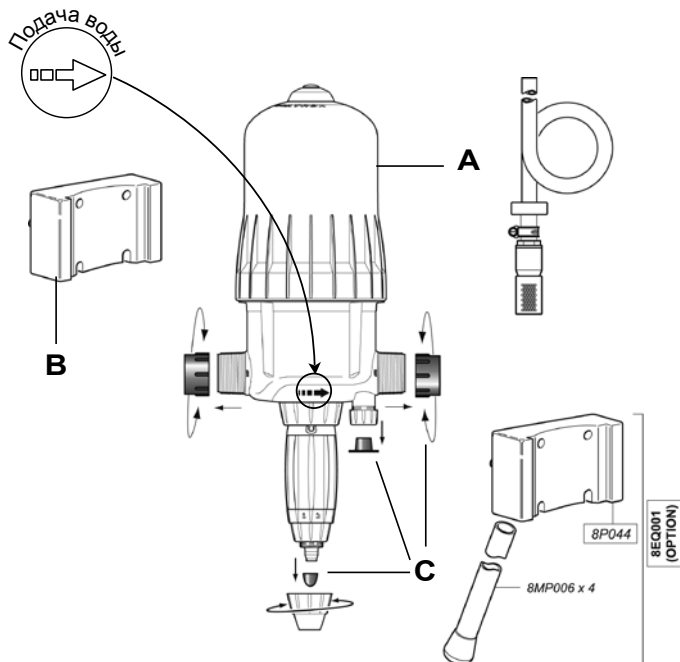

Рис. 1
- Вставьте скобы на корпусе Dosatron (**Рис. 1-А**) в соответствующие пазы стенного крепления (**Рис. 1-В**).
- Перед подсоединением дозатора DOSATRON к водопроводной сети необходимо удалить защитные заглушки (**Рис. 1-С**), закрывающие его отверстия.